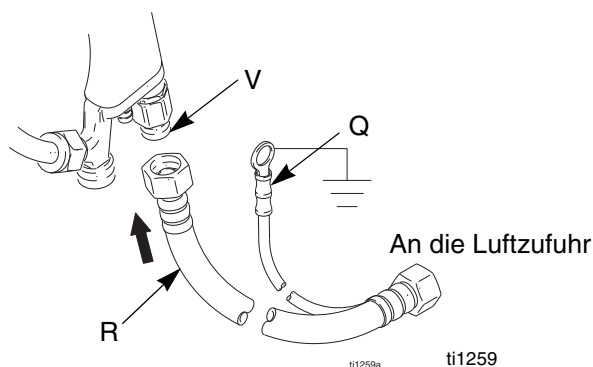

ABB. 2
1. Den geerdeten Graco-Luftzufuhrschlauch (R) mit der Luftzufuhrleitung und dem Luftenlass (V) der Pistole verbinden (ABB. 2). Der Luftenlassanschluss der Pistole besitzt ein linksdrehendes Gewinde. Den Erdungsdraht (Q) des Luftschlauches mit einer guten Erdleitung verbinden.